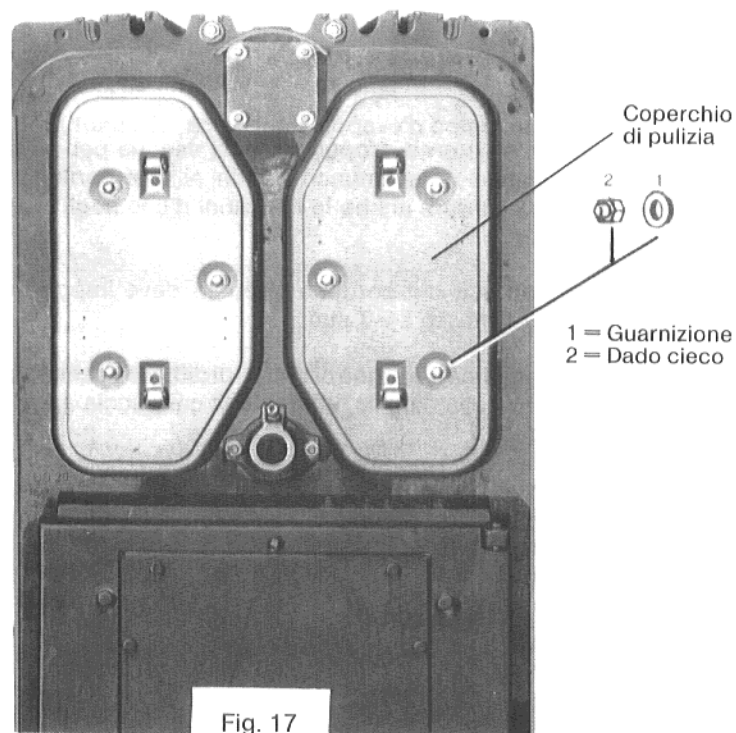

Fig. 17
**Coperchi di pulizia** degli elementi anteriore e posteriore; vengono montati in fabbrica. Soltanto una caldaia assolutamente ermetizzata garantisce un perfetto funzionamento ed il massimo sfruttamento del rendimento di combustione (Fig. 17, 19).
**Spioncino** (con guarnizione); avvitarlo ai prigionieri dell'elemento anteriore. L'attacco per il collegamento di soffiaggio deve essere rivolto verso l'alto (Fig. 17 e 18).